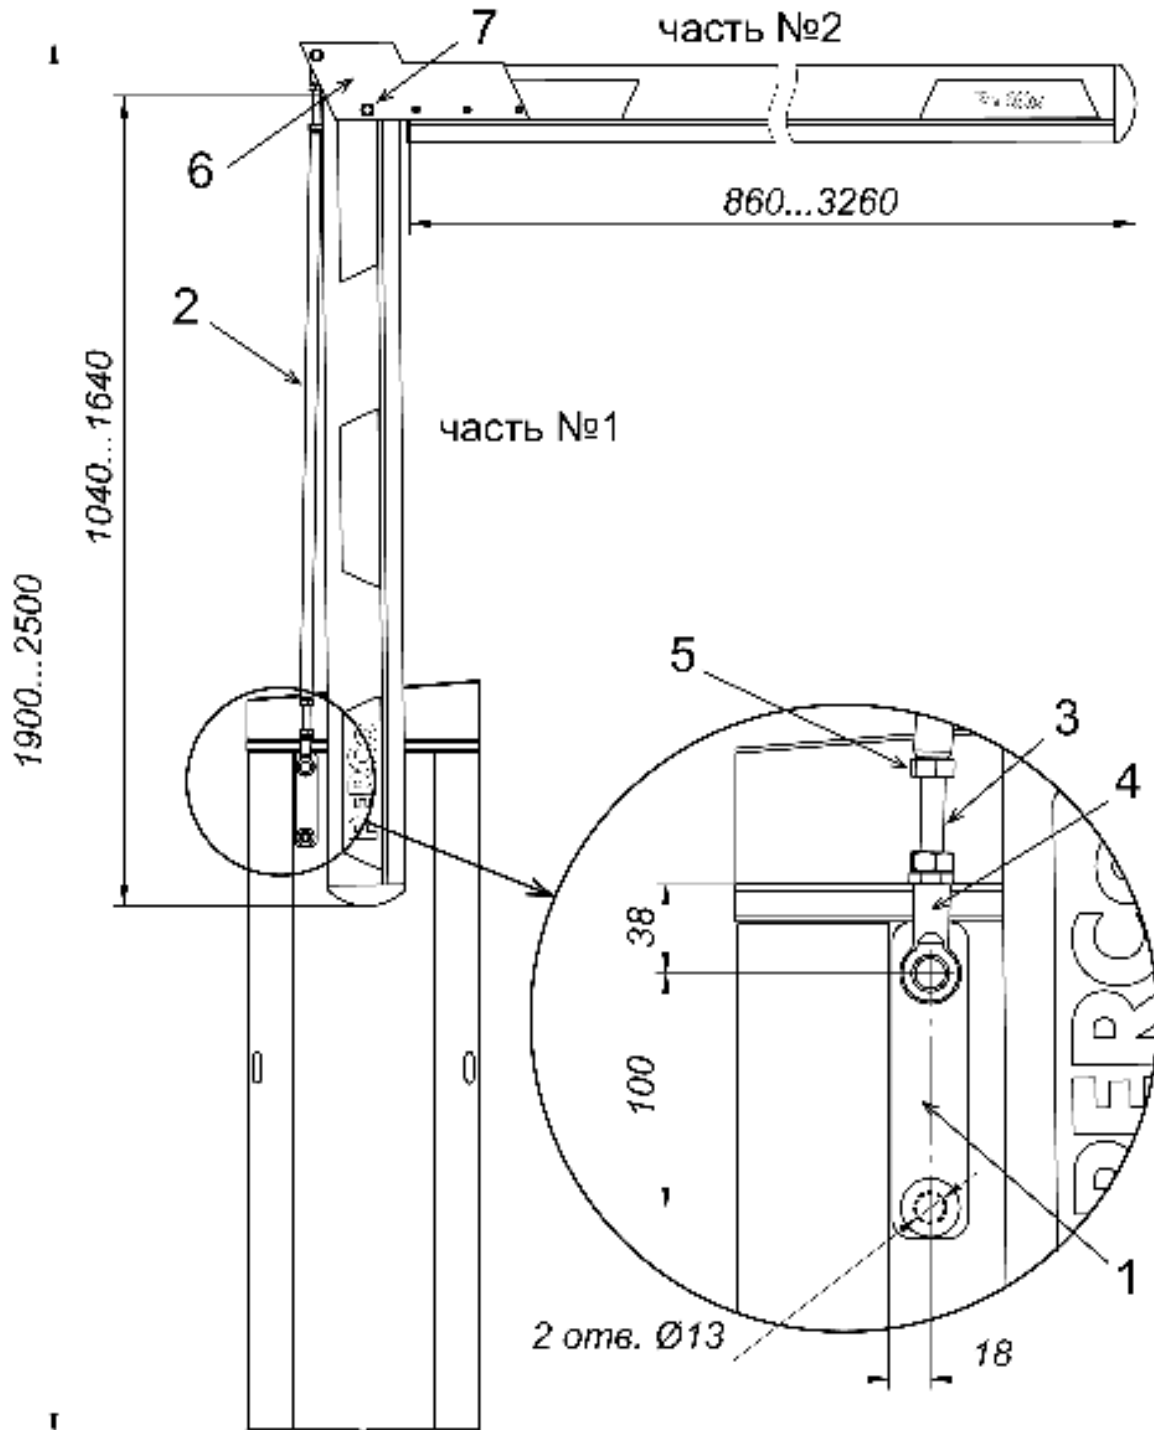

Рисунок 1. Шлагбаум PERCo-GS04 с установленной стрелой PERCo-GBO и шарниром PERCo-GBF1
Порядок монтажа стрелы **PERCo-GB03.0** на шлагбауме **PERCo-GS04** или **PERCo-GB04.3** – см. в *Руководстве по эксплуатации PERCo-GS04*. Необходимо учитывать, что минимальная высота шлагбаума со сгибающейся стрелой – 1900 мм, максимальная – 2500 мм, без учета высоты фундамента (см. рис. 1).
1. Просверлите в корпусе шлагбаума два отверстия под крепление пластины в соответствии с рис. 1, используя шаблон №1 из комплекта поставки. При необходимости вращения стрелы в противоположную сторону необходимо просверлить отверстия с противоположной стороны корпуса.
3. Исходя из габаритов проезда, разрежьте стрелу **PERCo-GB0** на две части №1 и №2, возможные размеры частей указаны на рис. 1. Учитывайте начало и конец стрелы. Для ровного разреза ножовкой по металлу используйте стусло.